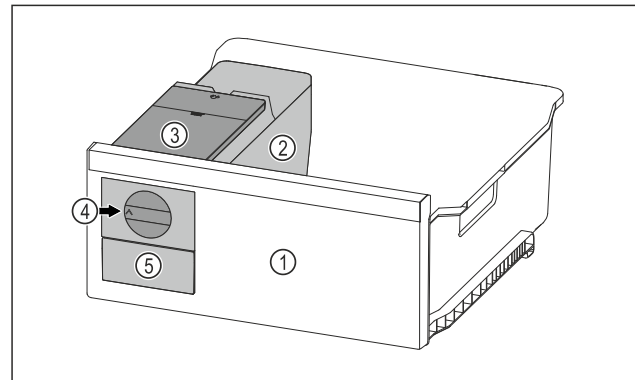

Fig. 97 Représentation à titre d'exemple
- Tourner le bouton rotatif Fig. 97 (4) dans le sens horaire jusqu'à la butée.
- Les glaçons tombent du bac à glaçons dans le tiroir à glaçons Fig. 97 (5).